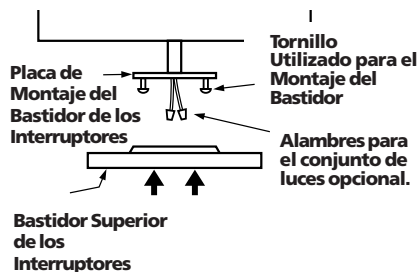

Figura 8a - Montaje del Bastidor Superior de los Interruptores en la Placa del Bastidor de los Interruptores
1. Instale parcialmente los dos tornillos #6-32 x 3/8" del conjunto del bastidor en la placa de montaje del bastidor de los interruptores según se muestra en el Figura 8a.
2. Pase los dos alambres del conjunto de luces opcional, con las tuercas de alambre ya instaladas, a través de la abertura central de la parte superior de la caja del interruptor. Vea la Figura 8a.